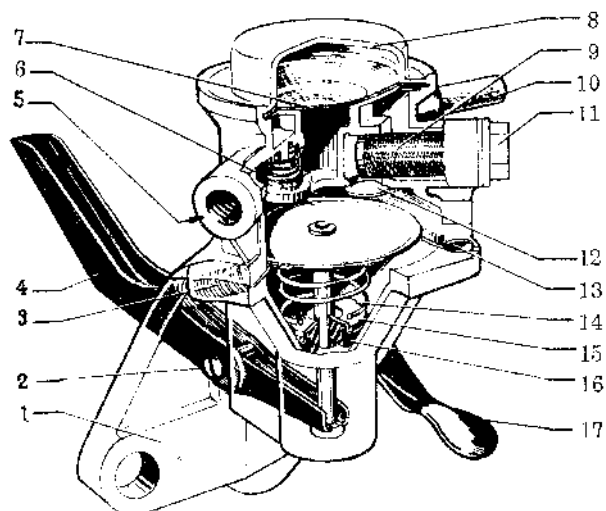

Bild F11 Bränslepump
2. Skruva bort hävarmsaxeln (2 Bild F11). Drag ut hävarmen (4) och fjädern (3).
3. Tag bort membranet (13) med fjäder (14) styrning (15) och gummitätning (16). Fjädern kan demonteras sedan gummitätningen krängts över nylonbrickan.
4. Lossa skruven på undersidan av överdelen, tag bort stopparmen och bladfjäders (12). Utloppsventilen kan ej demonteras.